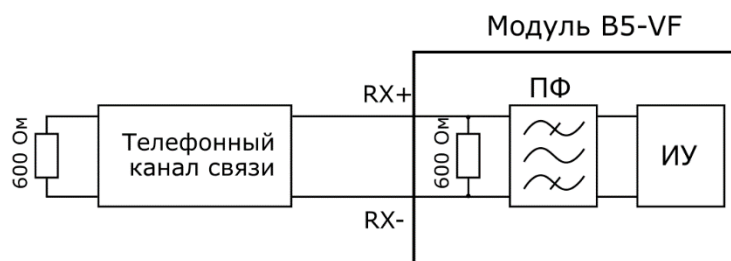

Рисунок 9.1. Схема измерения уровня псофометрического шума
Измерения выполняются в соответствии со схемой, приведённой на рис. 9.1.
1. Подключить прибор по схеме, приведённой на рис. 9.1. Измеряемый канал связи подключается к разъёму Input модуля В5-ВФ (см. рис. 5.1).